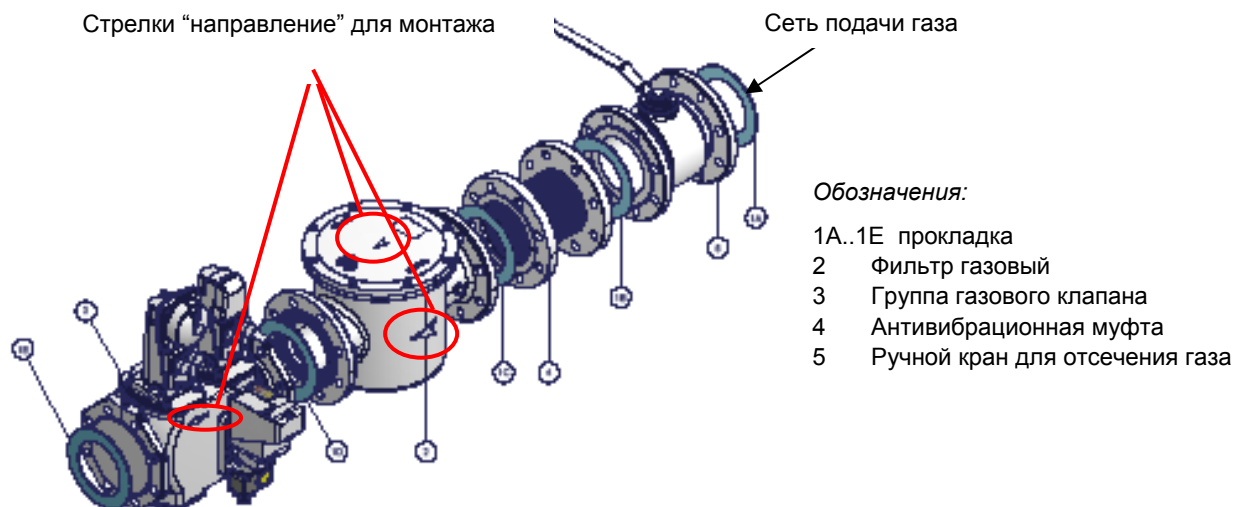

Рис. 2 - Пример газовой рампы
- 1-б) при фланцевых соединениях: между соседними компонентами устанавливать прокладку (1A..1E - Рис. 2), совместимую с используемым газом,
|  | ВНИМАНИЕ: после монтажа газовой рампы согласно схеме на Рис. 2, необходимо провести тестирование на герметичность газового контура, согласно требований действующих нормативов |
**ВНИМАНИЕ:** после монтажа газовой рампы согласно схеме на Рис. 2, необходимо провести тестирование на герметичность газового контура, согласно требований действующих нормативов.